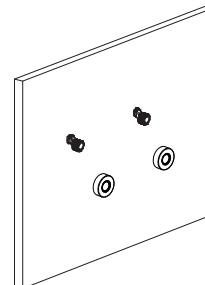

Figure 3
- d) Vissez les couvercles décoratifs ⑩ sur le mur (Figure 3).